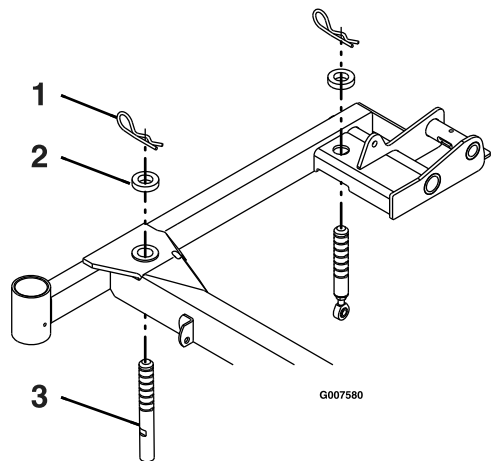

Figura 69
3. Compruebe que todas las chavetas están en los taladros de altura de corte de 7,62 cm con los espaciadores debajo de las chavetas (Figura 69).
4. Acorte o alargue cada pasador de soporte de la carcasa de corte para obtener una altura de la punta de la cuchilla de 7,62 cm en la parte delantera de la carcasa y de 8,26 cm en la parte trasera de la carcasa (Figura 69).